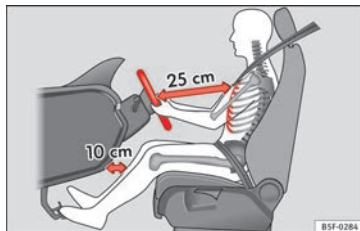

Fig. 1 Distância correta entre o condutor e o volante.
- Ajustar o volante de modo a que a distância entre o volante e o tórax seja de pelo menos 25 cm » **Fig. 1.**
- Regule o banco do condutor de modo a assegurar uma distância mínima de 25 cm entre o tórax e o centro do volante »» Fig. 1. Se essa distância for inferior a 25 cm, o sistema de airbags não poderá protegê-lo convenientemente.
- Ajuste o volante até atingir a posição pretendida »» Fig. 1.
- Ajustar o banco do condutor ou o volante, de modo a que a distância entre o volante e o tórax seja de pelo menos 25 cm »» Fig. 1. Se não se respeitar a distância mínima, o sistema de airbag não pode exercer a sua função de proteção – perigo de morte!